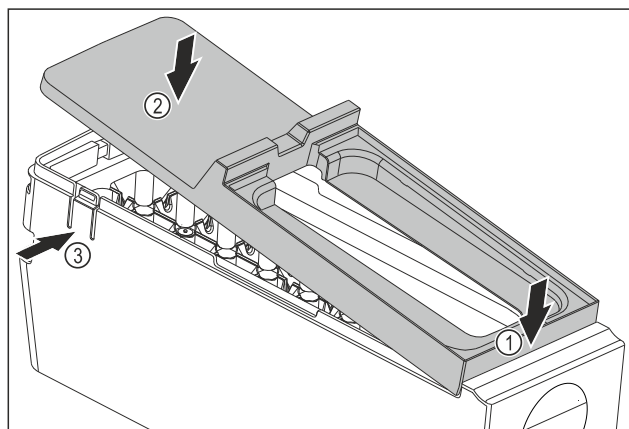

Fig. 175
- ▶ Uzstādiet EasyTwist-Ice korpusa pārsegu: Pielieciet pārsegu priekšā. Fig. 175 (1)
- ▶ Nolaidiet pārsegu aizmugurē. Fig. 175 (2)
- ▶ Pārsegs dzirdami nofiksējas abās mēlītēs Fig. 175 (3).